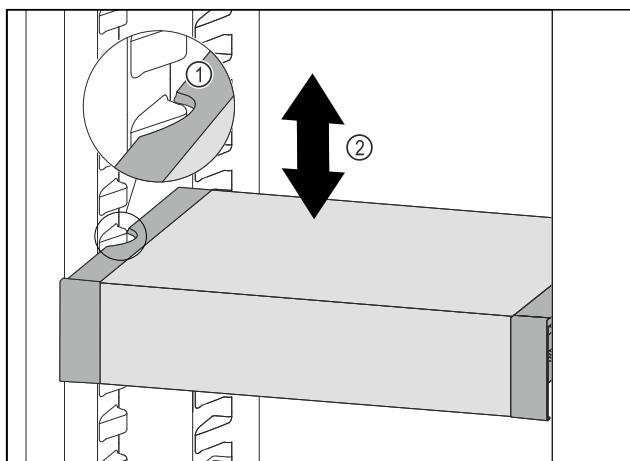

Fig. 35
- Потягнути VarioSafe вперед, поки бокові заглиблення VarioSafe не опиняться на рівні ребра для резервуара в охолоджувальному відділенні. Fig. 35 (1)
- Пересувати VarioSafe вгору або вниз в охолоджувальному відділенні до тих пір, поки не досягнете бажаної висоти. Fig. 35 (2)